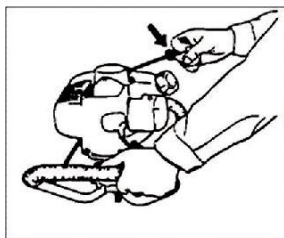

Рис. 5
5. Вытяните за ручку шнур стартера, выбрав холостой ход, до появления сопротивления, затем энергично потяните за ручку стартера, повторите несколько раз, до первой вспышки зажигания. ВНИМАНИЕ !! Не бросайте ручку, а медленно отпускайте, во избежание поломки стартера. (Рис.5)
пункт 5. Тяните за ручку шнур стартера, выбрав холостой ход, до появления сопротивления, затем продолжайте тянуть за ручку стартера, пока стартер не начнет процедуру возвратного вращения (внутри механизма). При необходимости повторите несколько раз, до первой вспышки зажигания. ВНИМАНИЕ !! Не бросайте ручку, а медленно отпускайте, во избежание поломки стартера. (Рис.5)